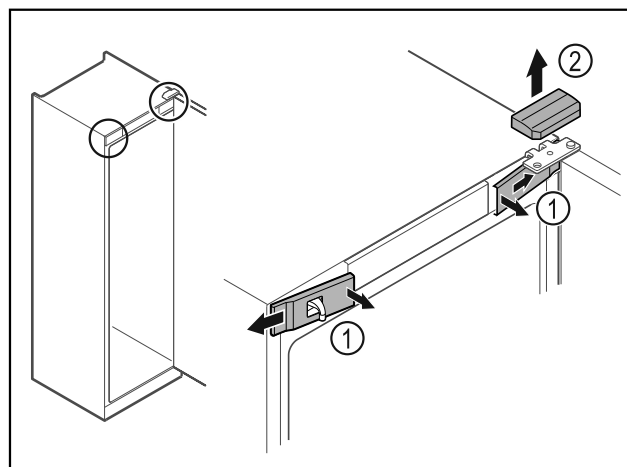

Fig. 8
- Vordere Abdeckungen Fig. 8 (1) innen ausrasten und zur Seite abnehmen.
- Obere Abdeckung Fig. 8 (2) nach oben abnehmen.